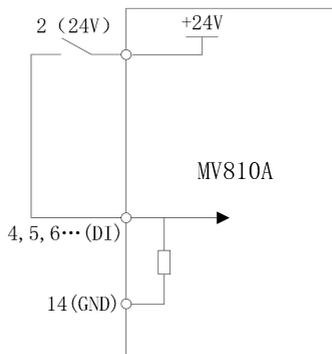

图 4-14 使用变频器内部+24V 电源连接方式
- (1) P09.11=0 (数字端子开路电压选择 0V)
- ① 干节点方式, 接线方式如图 4-14 所示。